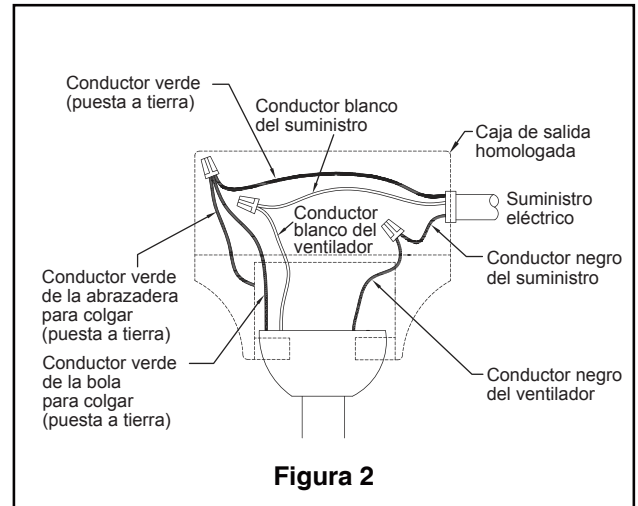

Figura 2
Uso de perfil profundo (Figura 2)
2. Retire el clip de horquilla y pasador de horquilla de la parte inferior de la bola para colgar. Retener el pasador y clip para la reinstalación en el paso 4. (Figura 2)
Debe colgar el ventilador a una distancia mínima de 2,13 m desde las aspas hasta el piso. (Figura 2)
1. Conecte el conductor verde con conexión a tierra de la bola para colgar y el conductor verde con conexión a tierra de la abrazadera para colgar al conductor de suministro con conexión a tierra (posiblemente un conductor desnudo o un cable con aislante verde). Conecte los cables a los conectores provistos de forma segura. Conecte el conductor blanco del motor del ventilador al conductor blanco (neutro) mediante el conector provisto de forma segura. Conecte el conductor negro del motor del ventilador y el conector azul al conducto negro mediante el conector provisto de forma segura. (Figura 2)
2. Coloque y ajuste firmemente la cubierta para el tornillo de la base sobre los tornillos de reborde de la abrazadera para colgar mediante el mecanismo de seguro por giro del chavetero. (Figura 2)
2. Fije los soportes de aspas al volante mediante los tornillos de 1/4"-20 el puesto en la necesidad de soporte de la asa para alinear el agujero entre el 1/4"-20 a través de los orificios ubicados al costado del volante. (Figura 2)
2. Extraiga los tres tornillos de la ensamble de la placa de iluminación. Instale la ensamble de kit de luz en al ensamble de la placa de iluminación utilizando los tornillos retirados previamente. (Figura 2)
- 2.** Restaure la fuente de alimentación de la toma de corriente enciendo la electricidad del fusible principal. (Figura 2)